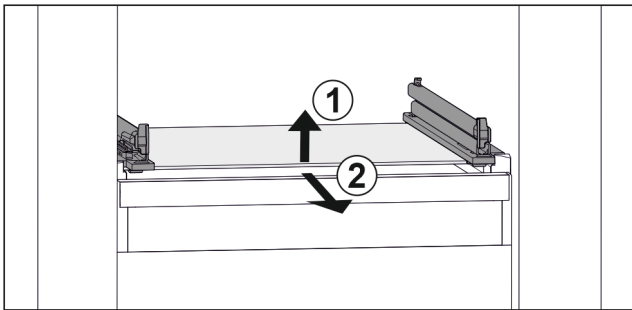

Fig. 137 Beispielhafte Darstellung der Glasplatte
- ▶ Glasplatte vorne anheben. Fig. 137 (1)
- ▶ Glasplatte nach vorne entnehmen. Fig. 137 (2)